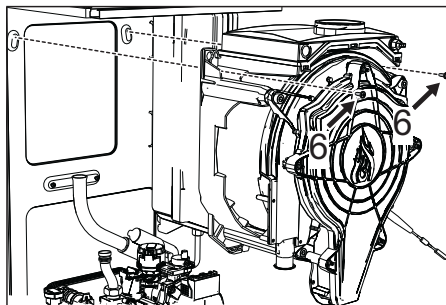

fig. 50
- Togliere le 2 viti **superiori "6"** di fissaggio scambiatore al telaio (fig. 50)